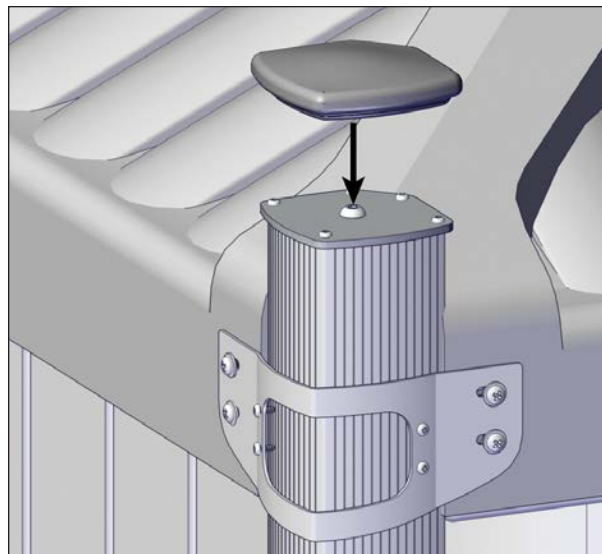

FIGURE 70: CAPUCHON DE CAOUTCHOUC
2. Retirer le capuchon de caoutchouc sur le dessus de chaque colonne, voir Figure 70.